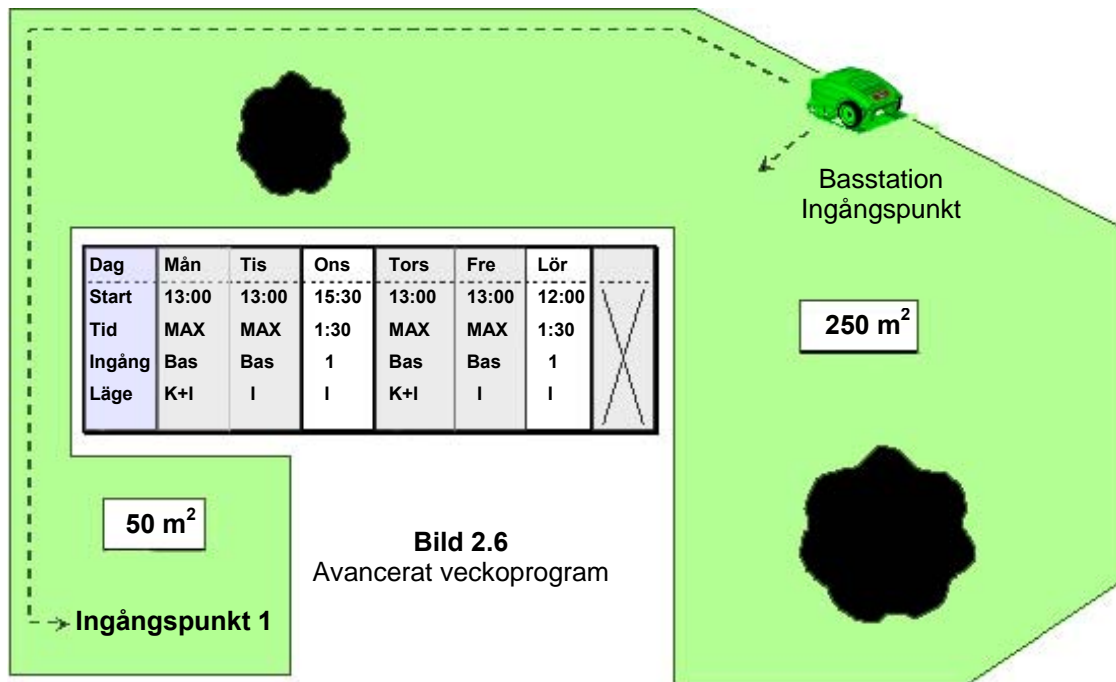

Bild 2.6
Exempel på när man kan använda det avancerade programmet (bild 2.6)
- Gräsmattan i bild 2.6 har två områden med en smal passage mellan dem;
- Tabellen i bild 2.6 visar ett exempel på ett avancerat veckoprogram för den aktuella gräsmattan: